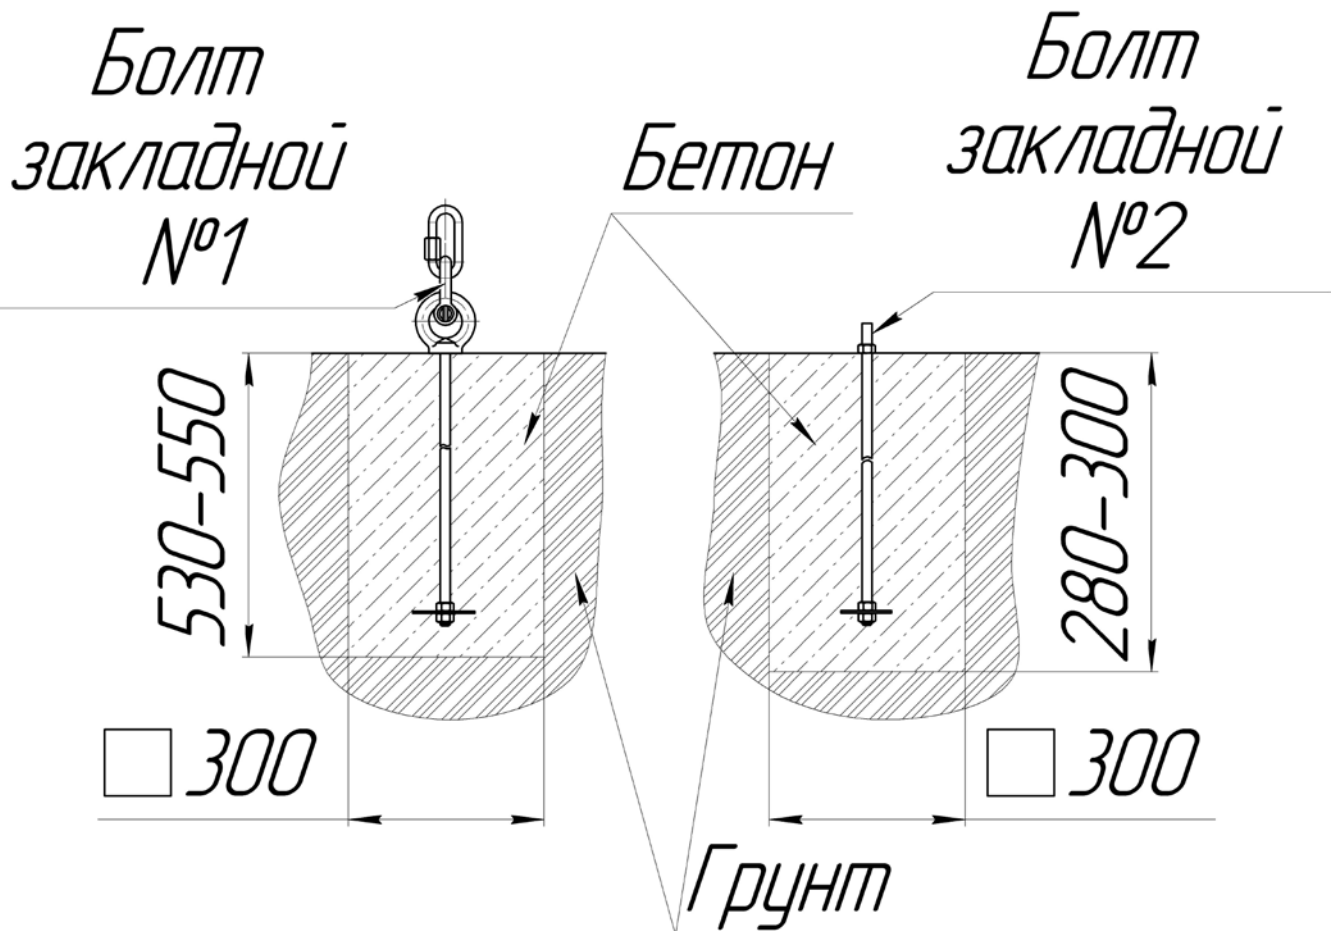

Рисунок 6 – Установка закладных болтов
6.1.5 Залит бетоном закладные болты №1 и №2 в прямках (рисунок 6).